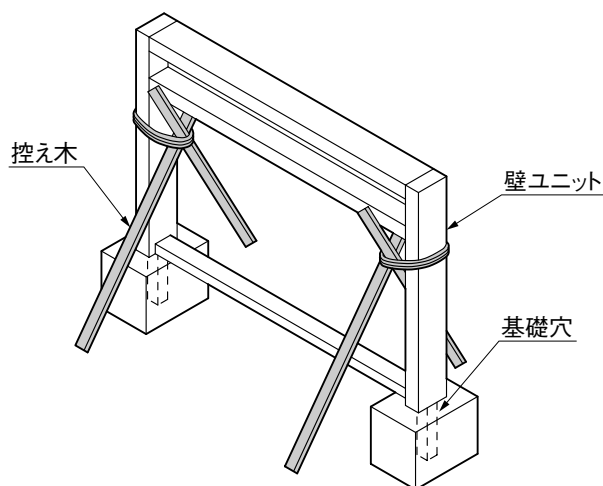

図4-1
① 基礎穴に壁ユニットを立てて、控え木等で壁ユニットが倒れないように固定してください。(図4-1参照)